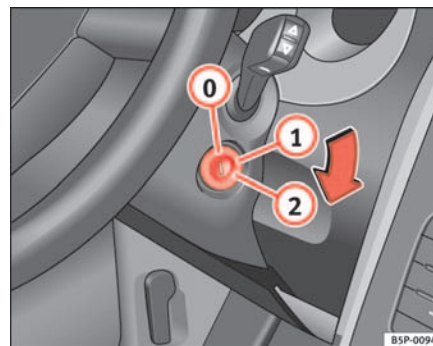

Fig. 95 Posiciones de la llave de contacto
En esta posición ⇒ fig. 95 el encendido y el motor están desconectados pudiéndose bloquear la dirección.
- Gire la llave de contacto hasta la posición ⇒ página 135, fig. 95
①. El testigo se encenderá en caso de precalentamiento del motor.
- En cuanto se apague el testigo, gire la llave de encendido a la posición ② para poner en marcha el motor y no pise el acelerador.
- Gire la llave de contacto a la posición ⇒ página 135, fig. 95 .